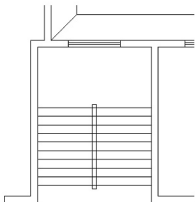
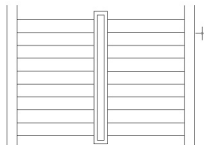

图 2.117 绘制出矩形
图 2.118 修剪扶手和梯井内的踏步线
② 在指定另一个角点或 [面积(A)/尺寸(D)/旋转(R)]: 提示下，输入矩形右上角点相对于左下角点的坐标，即 “@160 (梯井宽度), 2920 (2920=2700+2×110)” 后，按 Enter 键结束命令，结果如图 2.117 所示。
(3) 执行【偏移】命令 (快捷键 O)，将矩形向外偏移 80mm。
(4) 执行【修剪】命令 (快捷键 TR)，选择外部的矩形为剪切边界，将图形修整至图 2.118 所示的状态。